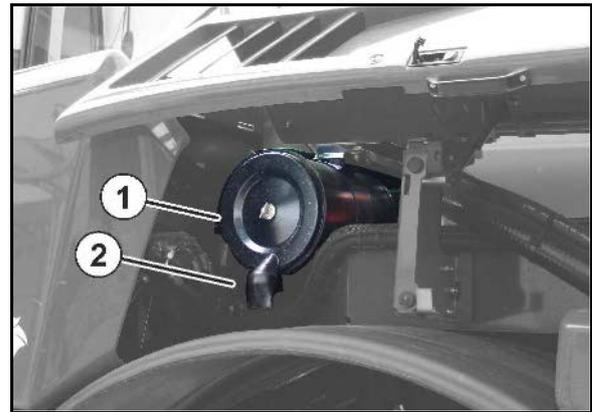

Fig. 166
1. Løsne vingemutteren til filterdekselet (Fig. 166/1).
2. Ta av filterdekselet og trekk ut det utvendige filterelementet (Fig. 166/2).
6. skift ut innvendig filterelement (Fig. 166/3) årlig (må aldri rengjøres).
- o Løsne sekskantmutter (Fig. 166/4) og trekk ut det innvendige filterelementet.